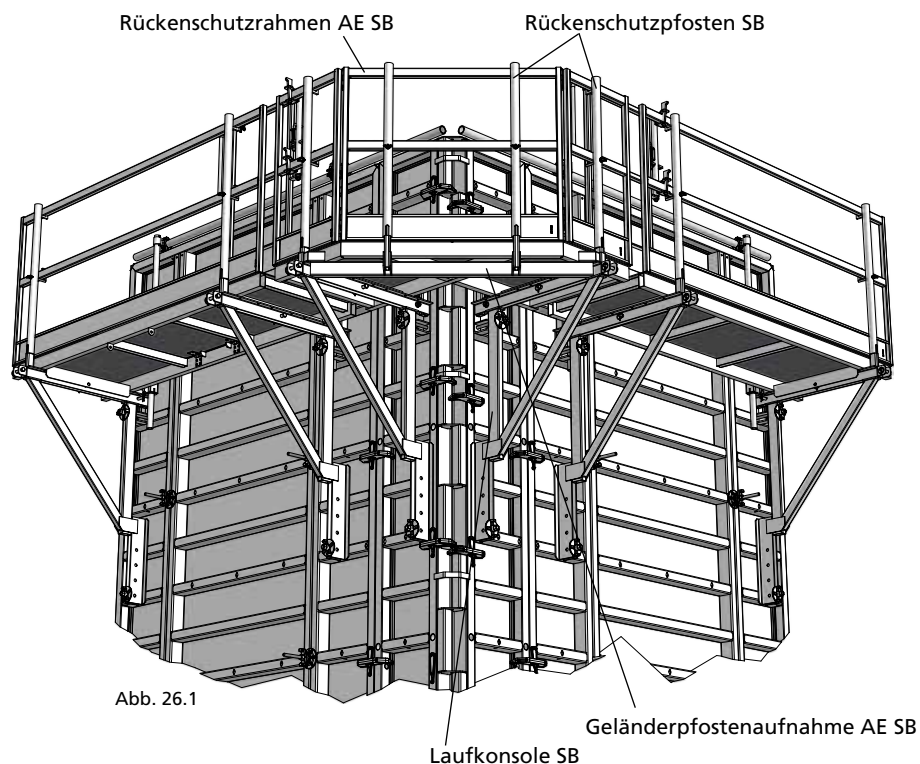

Abb. 26.1
1. Je eine Laufkonsole SB wird an der äußersten Funktionsmutter (a) der Wandschalungselemente am Außeneckelement mit Flanschschrauben 28 und 18 angeschraubt (Abb. 26.1 bis 26.3 und Seite SB-9).
2. Die Geländerpfostenaufnahme AE SB (Abb. 26.1 und 26.4) wird über die Geländerpfostenaufnahme der Laufkonsole SB aufgesteckt.
3. Die Alu-Plattform AE SB (Abb. 26.1 und 26.5) wird auf die Laufkonsolen SB aufgelegt und mit den integrierten Bolzen gesichert.
4. Vier Rückenschutzpfosten SB werden in Laufkonsole SB und in Geländerpfostenaufnahme SB eingesteckt (Abb. 26.1).
5. Der klappbare Rückenschutzrahmen AE SB wird an den vier Rückenschutzpfosten SB befestigt (Abb. 26.1). Der mittlere Holm des Rückenschutzrahmens wird mit den Haken der Rückenschutzpfosten fest verschraubt.